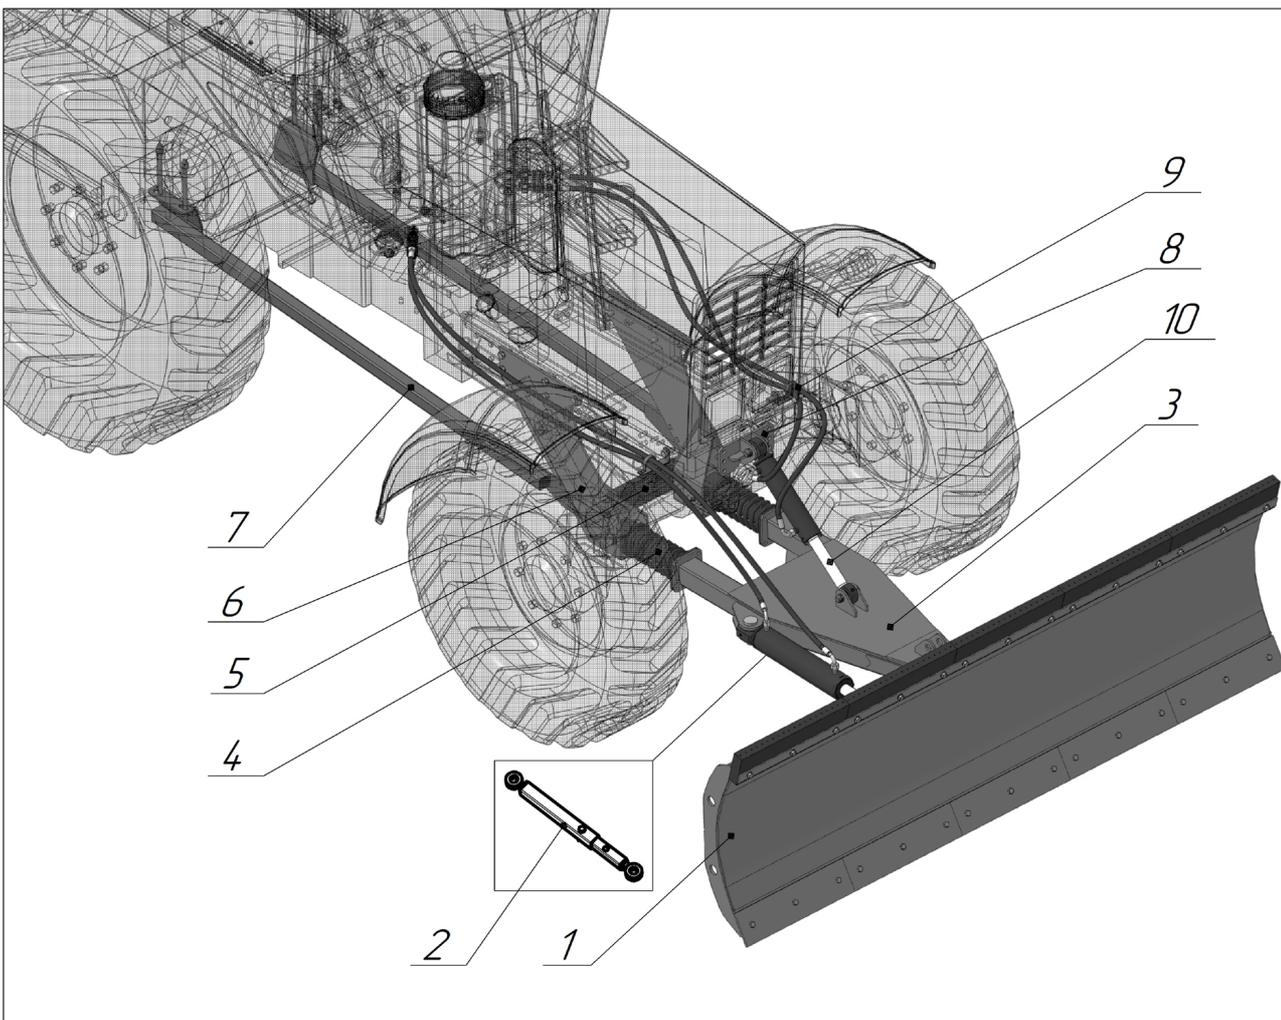
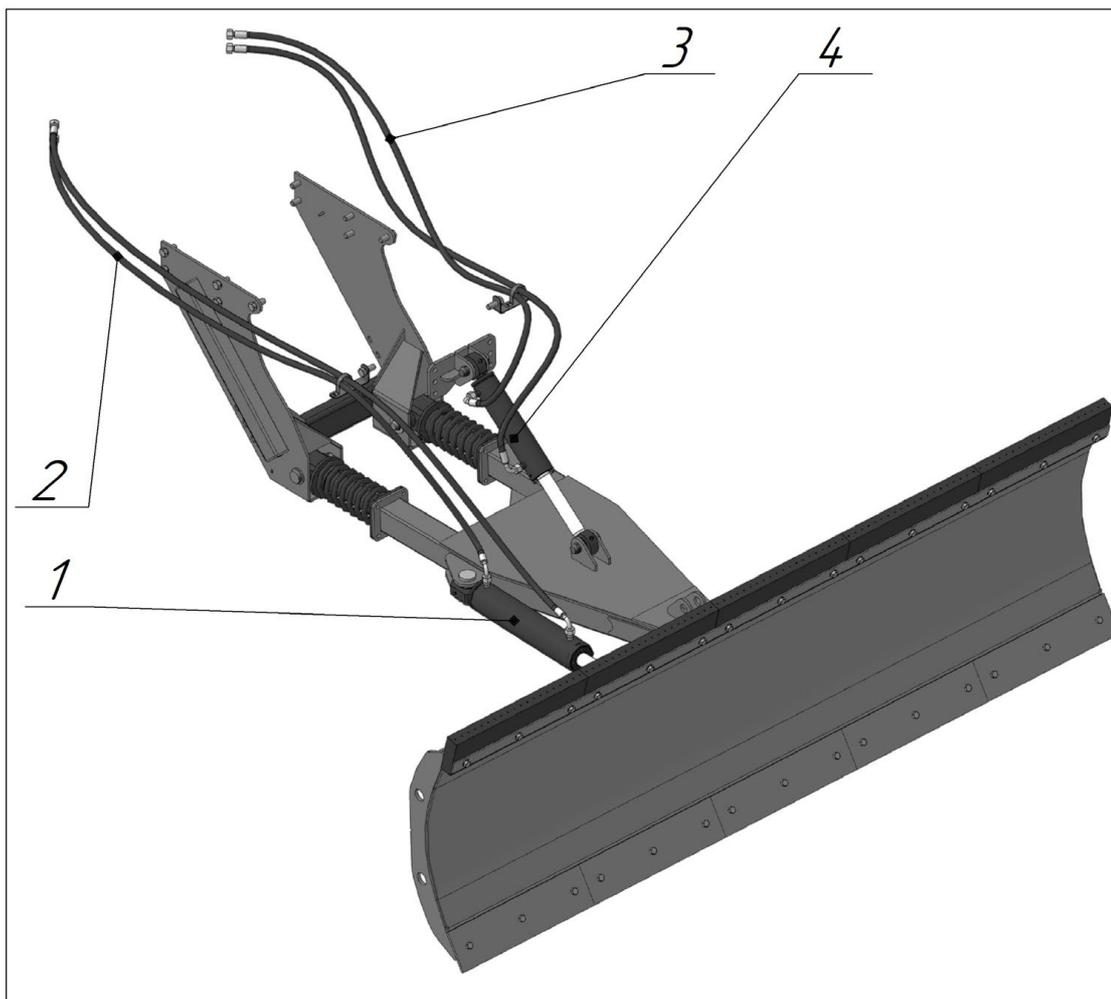

Рис. 1.1 Состав отвала
Рис. 1.2 Гидросистема отвала
1.3.1 Изделие состоит из (рис. 1.1):
- лопаты (1);
- гидроцилиндра поворота лопаты или механического фиксатора поворота лопаты (2) в зависимости от комплектации поворота лопаты;
- дышла (3);
- двух амортизаторов (4);
- распорки (5);
- двух подрамников (6);
- двух тяг на задний мост, с комплектом крепежа (7) (опция);
- кронштейна гидроцилиндра подъёма (8);
- комплекта кронштейнов РВД (9);
- гидроцилиндра подъёма (10);
- комплекта гидравлического оборудования для подключения отвала к гидросистеме трактора (рис. 1.2).